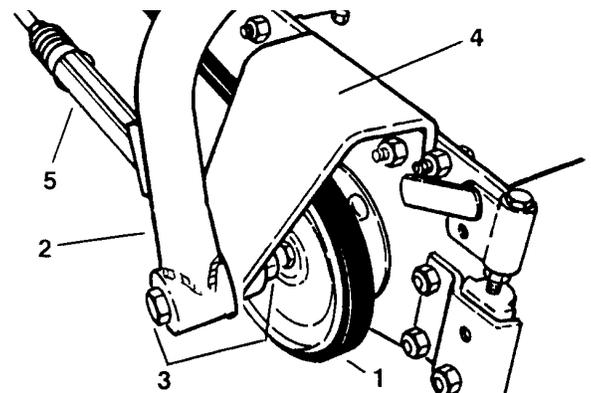

Figure 46
3. Ansatzschraube, (2) Flachscheiben & Mutter
Die (3) V-Riemen (zwei lose Teile) um die Antriebswellen- und Spindellaufscheiben führen (Bild 46).
1. Am Laufscheibenende der vorderen Schnittwerke und beiden Enden des hinteren Schnittwerks die Mutter von der Schraube entfernen, mit der Trägerrahmen und Spannprofil verbunden sind (Bild 46).
1. Am Laufscheibenende der vorderen Schnittwerke und beiden Enden des hinteren Schnittwerks eine U-Scheibe, ein Abstandsstück, ein Riemenspanngestänge und ein weiteres Abstandsstück auf die Sechskantschraube aufziehen (Bild 46).